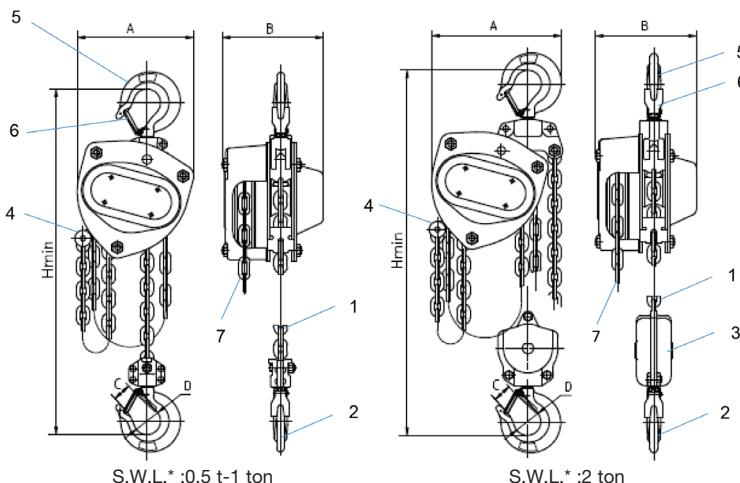

fig. 1
Lyftblocket Tralift™ Cleantech levereras utrustad med en lyftkätting (punkt 1, fig. 1) och en kompatibel manöverkätting (punkt 7, fig. 1) för en standardlyft höjd på 3 m.
Lyftkättingen består av en eller flera löpare (se punkt 2 "Tekniska uppgifter") med en lyftkrok i lyftändan (punkt 2, fig. 1). I andra ändan (döda ändan) sitter lyftkättingen fast i ett nedre ändanslag (punkt 4, fig. 1) som är fastgjord vid utrustningen.
- Kontrollera krokarnas (punkt 2, fig. 1) och spärrhakarnas skick (punkt 6, fig. 1).
- Kontrollera att lyftkärrtingens döda ända sitter fast vid utrustningens nedre ändanslag (punkt 4, fig. 1).